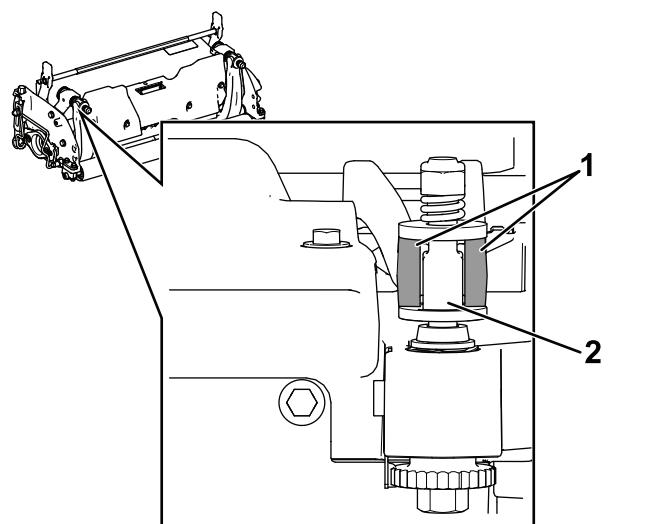

图 26
1. 安装底刀架/底刀总成将安装吊耳固定在垫圈与底刀架调节螺丝之间 **图 26**。
**重要事项** 将 DPA 调节器置于底刀架吊耳的中央如 **图 26** 所示。